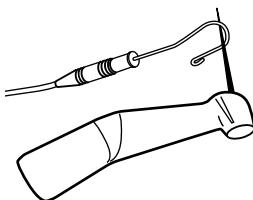

Fig. 7 Activarea apex locatorului cu clema labială și cu acul din piesa contraunghi VDW 6:1
3. Pentru a porni apex locatorul, puneți în contact timp de circa 3 secunde clema labială cu acul. Nu atingeți stopper-ul! Vezi Fig. 7.